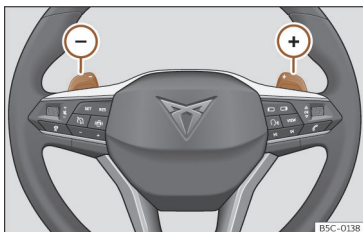

Fig. 116 Volante: palancas para cambio automático.
- Pulse la leva de cambio (+) para insertar una marcha superior >>> **fig. 116**.